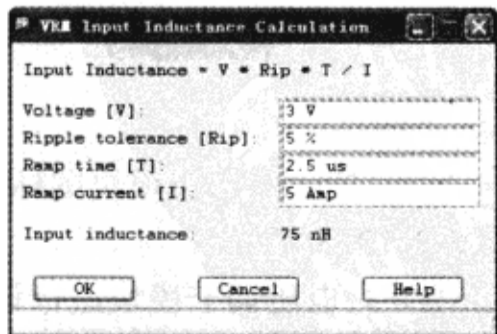

图 7-12-61 “VRM Input Inductance Calculation”对话框
(3) 单击“Calculate”按钮，弹出“VRM Input Inductance Calculation”对话框，如图 7-12-61 所示。